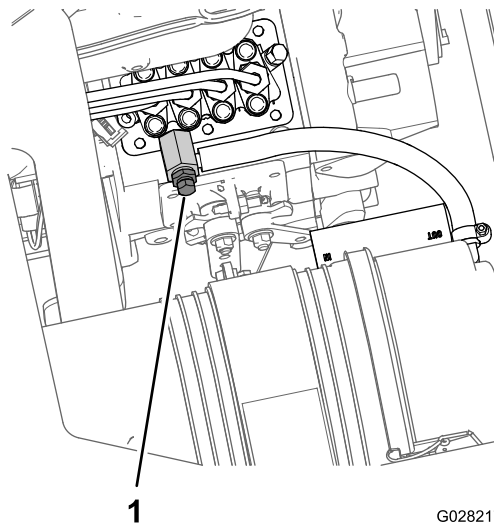

图74
8. 将放油盘放在发动机燃油喷射泵部位的下方 图74。
9. 打开燃油喷射泵 图74 上的排气螺丝。
11. 让钥匙保持在“开启”位置直到有整股的燃油从排气螺丝周围排出 图74。
12. 拧紧排气螺丝 图74 将钥匙转至“关闭”位置。